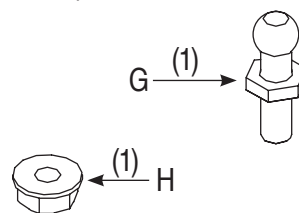
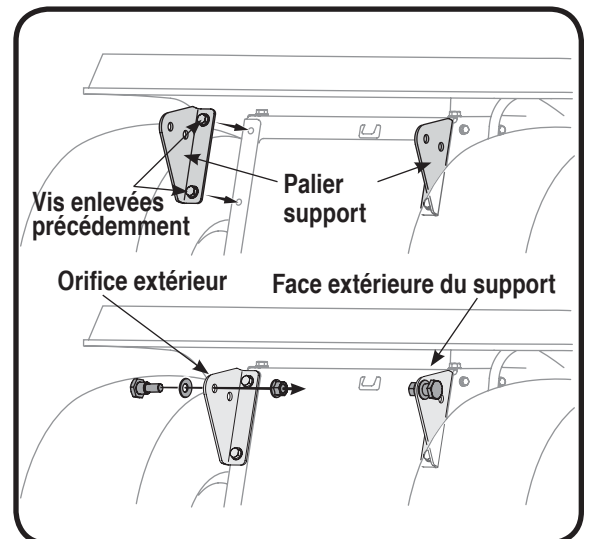
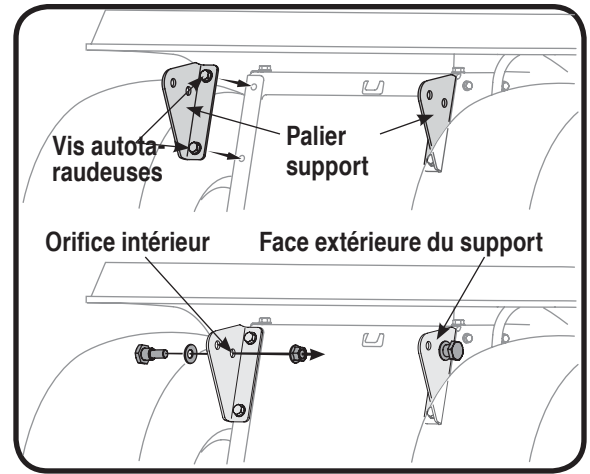

Figure 4
Figure 8
Figure 13
2. Placez le palier support droit du collecteur d'herbe (F1 de la Figure 4) en position, l'extrémité large étant au sommet et la pointe étant tournée vers le bas comme illustré à la Figure 8.
3. Fixez le palier support au châssis du tracteur avec les deux vis autotaraudeuses retirées précédemment. Consultez la Figure 8. Répétez sur l'autre côté en utilisant la pièce F2 de la Figure 4.
4. Insérez un boulon à épaulement (C de la Figure 4) à travers une rondelle (B de la Figure 4) et insérez le boulon sur la face extérieure du support dans l'orifice extérieur du palier support. Fixez avec un écrou (A de la Figure 4). Voir la Figure 8 pour de plus amples informations. Répétez de l'autre côté.
REMARQUE: Sur certains modèles de tracteurs, la broche d'articulation est trop grande. Utilisez une broche plus petite (E de la Figure 4) avec le même anneau de retenue.
1. Repérez les quatre vis autotaraudeuses présentes dans la quincaillerie (D de la Figure 4). Fixez le palier support droit du collecteur d'herbe (F1 de la Figure 4) en utilisant deux des vis fournies à la position illustrée à la Figure 13. Placez le palier support gauche (F2 de la Figure 4) en position et fixez-le avec les deux autres vis.
5. Insérez un boulon à épaulement (C de la Figure 4) à travers une rondelle Belleville (B de la Figure 4) et insérez le boulon dans l'orifice intérieur (le plus proche du châssis) de la face extérieure du palier support. Fixez avec un écrou (A de la Figure 4). Voir la Figure 13 pour de plus amples informations. Répétez de l'autre côté.